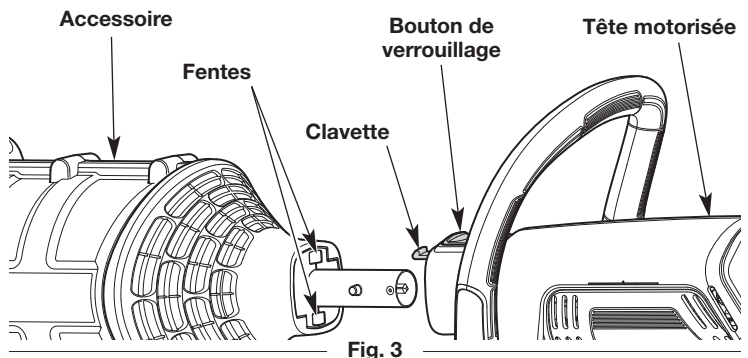
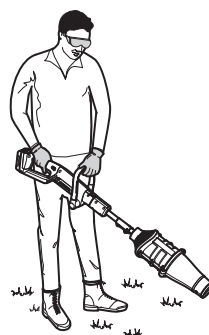

Fig. 3
Fig. 7
1. Alignez l'une des deux fentes de l'accessoire avec la clavette sur la tête motorisée (Fig. 3). Si vous utilisez la buse, assurez-vous qu'elle fait face vers l'avant lorsque l'appareil est maintenu en position de fonctionnement (Fig. 7).
2. Insérez l'accessoire dans la tête motorisée jusqu'à ce que la clavette s'enclenche en place (Fig. 3).
1. Enfoncez le bouton de verrouillage et tirez l'accessoire hors de la tête motorisée (Fig. 3).
- Tenez-vous droit dans la position d'utilisation (Fig. 7).